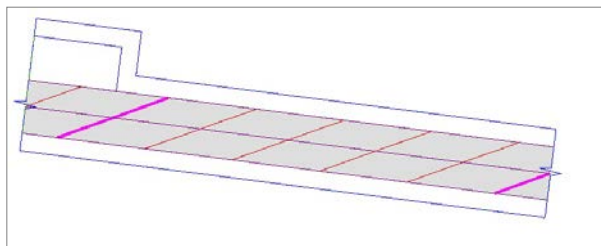

Рис. 6.20
- Вид проектной поверхности по проезжей части должен соответствовать рис. 6.20.